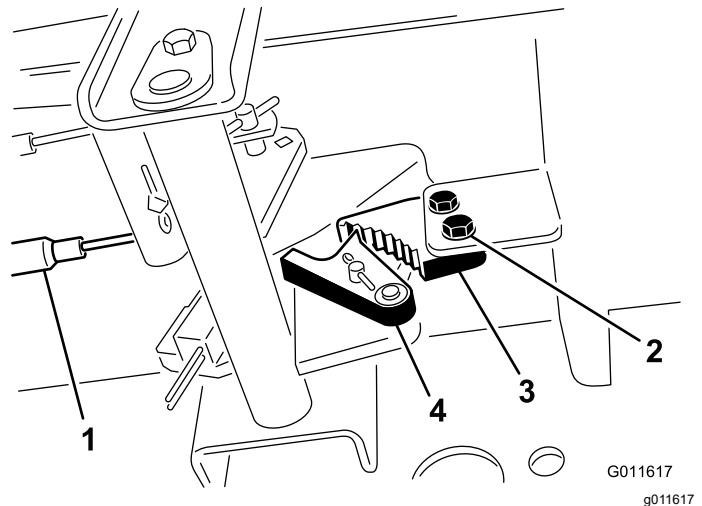

Figura 85
1. Afloje los 2 tornillos que fijan el trinquete del freno de estacionamiento al bastidor (Figura 85).
2. Pise el pedal del freno de estacionamiento hacia adelante hasta que la uña se engancha a fondo en el trinquete del freno (Figura 85).